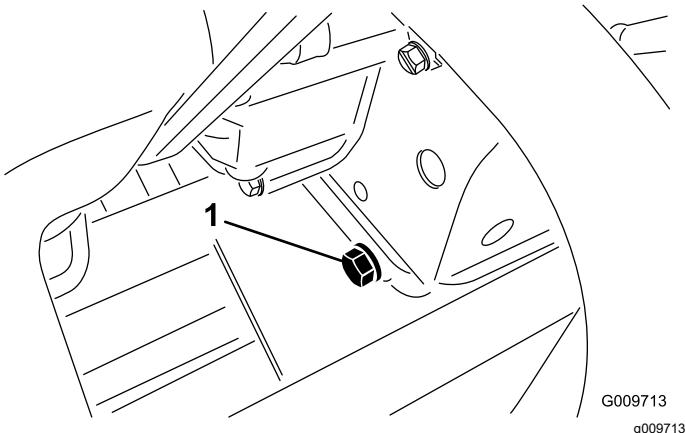

Figura 57
2. Retire el tapón de vaciado (Figura 57) y deje fluir el aceite a un recipiente apropiado.